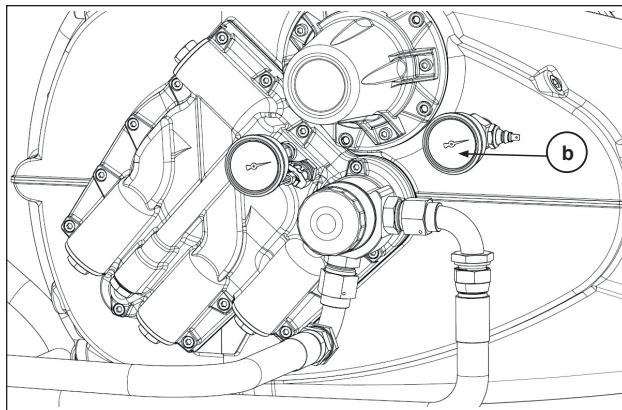

Рис. 23
4. Проверьте наличие давления в контуре смазки картера насоса. Максимальное время от запуска насоса до определения давления по манометру (поз. b Рис. 23), установленному на картере насоса, составляет 40 секунд при минимальной частоте вращения 250 об/мин.
Закройте воздухоотводный винт, как только начнет выходить масло, а затем проверьте фактическое наличие масла под давлением по манометру, расположенному на картере насоса (поз. **б** Рис. 23).